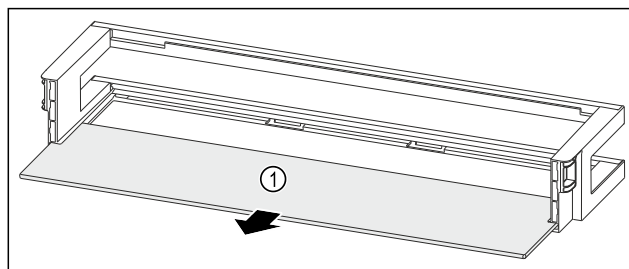

Fig. 227 Лотки на дверцятах з полицю
- ▶ Дістаньте полицю Fig. 227 (1).